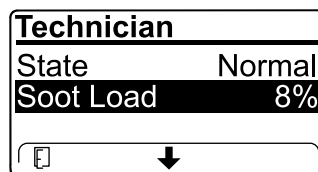

Figura 63
- Vizualizai sarcina de funingine care este măsurată ca procent de funingine din DPF (Figura 63); consultai tabelul cu cantitatea de funingine.